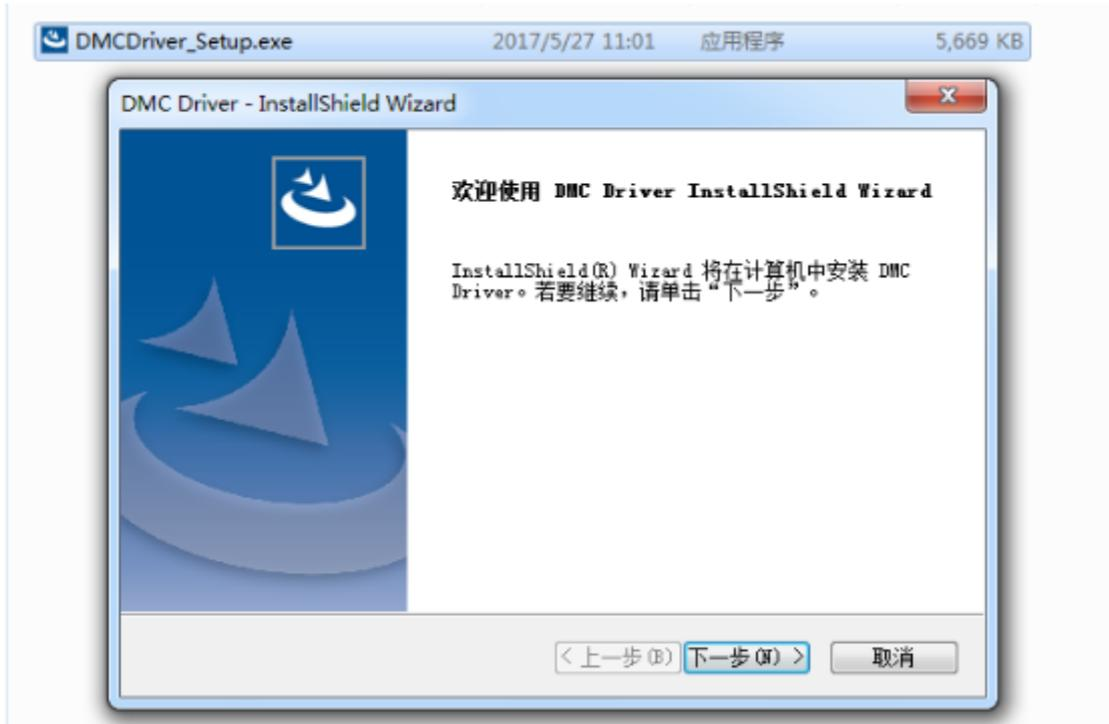

图 4.4 驱动程序开始安装
- 1、双击驱动文件 DMCDriver_Setup.exe，如果出现如图 4.4 所示对话框，点击“下一步”继续安装；如果出现如图 2 所示对话框，请选择“修复”，并点击“下一步”，跳转到第 5 步继续安装。